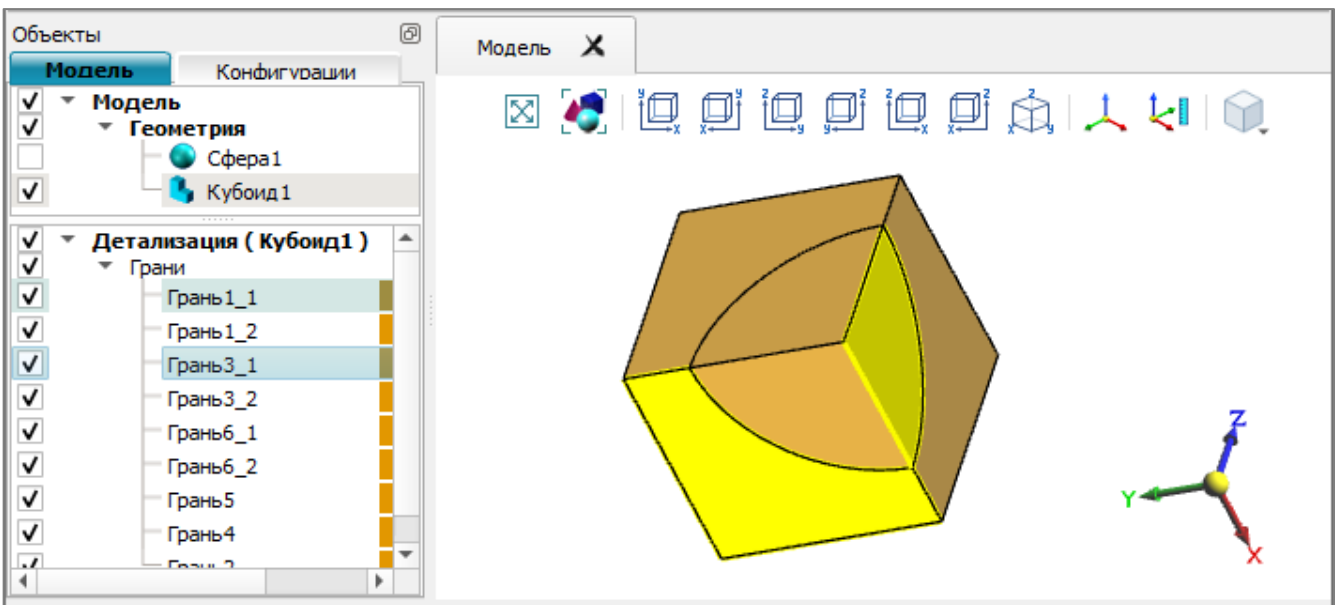

Рис. 39
4) нажать кнопку «Создать». В результате выполнения операции разбиения кубоида указанной сферой появятся новые грани, как показано на рис. 39. К ним также могут быть применены команды контекстного меню грани «Удалить», «Копировать» и др. (п. 16.6.3). В окне «Свойства» заданы материал изготовления и шаг сетки (подраздел 16.10).